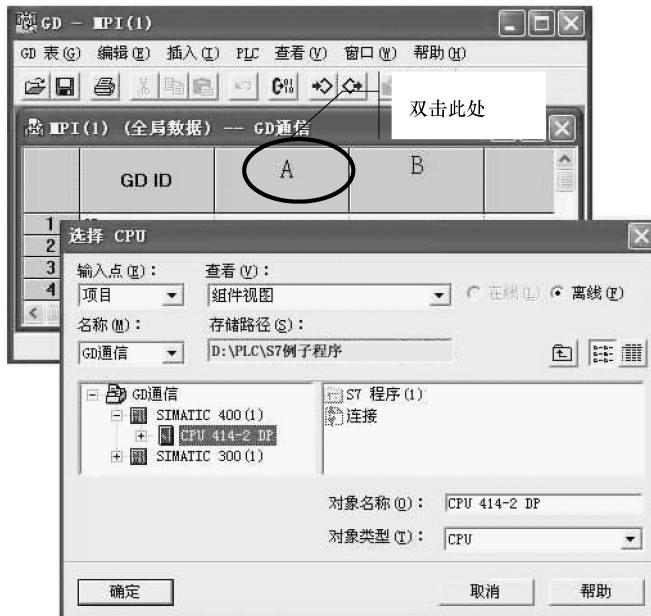

图 7-9 在“GD-MPI (1)”表格插入 CPU
6) 在“GD-MPI (1)”表格界面，双击图 7-9 所示的“A”处，在弹出选择 CPU 的界面里选择“CPU 414-2DP”，然后单击“确定”。
利用同样方法在图 7-9 的“B”处插入“CPU 315-2DP”。